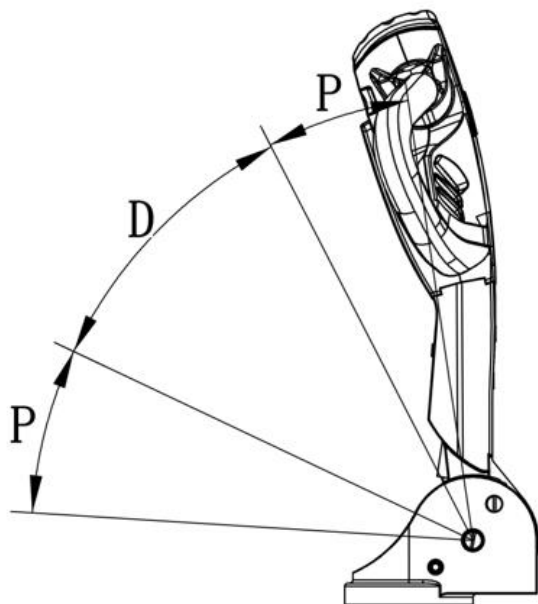

Рис. 9 – Углы наклона рукояти
- переведите рукоятъ управления в тормозной диапазон (Р) (см. рис. 9);